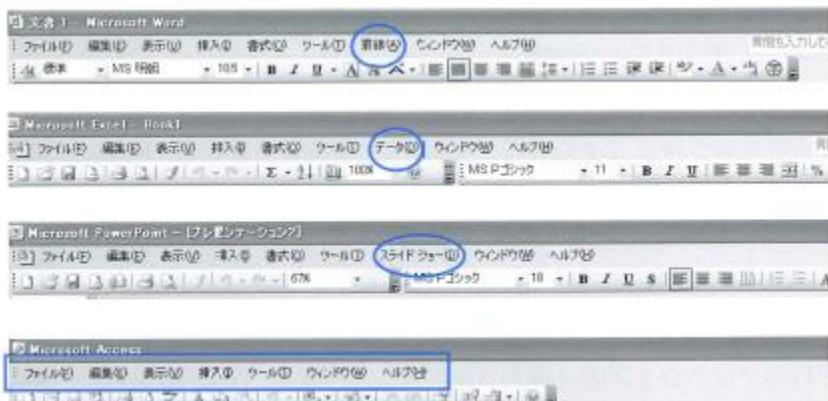

図 4-35 メニューは、ほとんど同じなのに……
図 4-35 に前述の（1）～（4）のソフトウェアのメニューを示しました。「ファイル (F)」、「編集 (E)」、「表示 (V)」、「挿入 (I)」、「書式 (O)」、「ツール (T)」、「ウィンドウ (W)」、「ヘルプ (H)」と 1ヶ所を除いてすべて同じメニューですね。ソフトウェアが違ってもメニューがほとんど同じということは、どこに違いがあるのでしょうか。